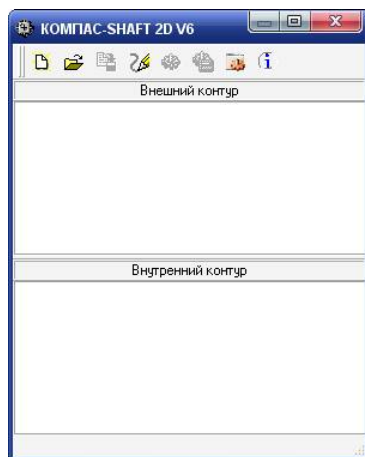

Рисунок 1.4 - Головне вікно системи **КОМПАС-Shaft 2D** в початковому стані
6. двічі клацніть по пункту **Построение модели** бібліотеки **КОМПАС- Shaft 2D**. З'явиться головне вікно системи в початковому стані (рисунок 1.4);